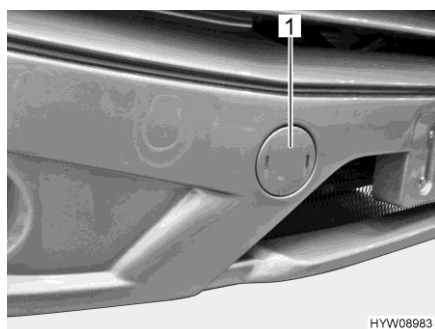

Fig. 38 Couvercle (fixation de l'œillet de remorquage)
- Ouvrir le couvercle (Fig. 38,1) avec un tournevis.